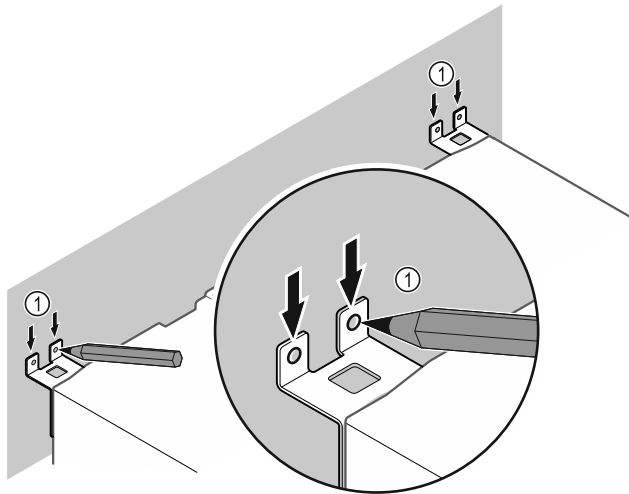

Fig. 12
- ▶ Markierungen an der Wand setzen Fig. 12 (1).